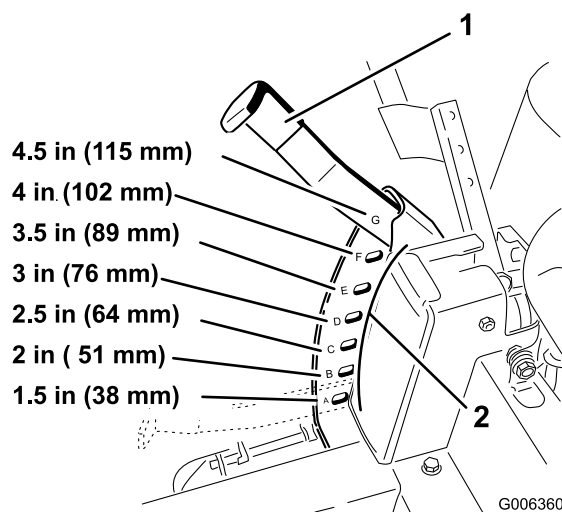

Figura 17
3. Levante la palanca de ajuste de la altura de corte a la posición de transporte, es decir, la posición de altura de corte **4,5** (que es también la posición de altura de corte de 115 mm [4-1/2 pulgadas] (Figura 17).